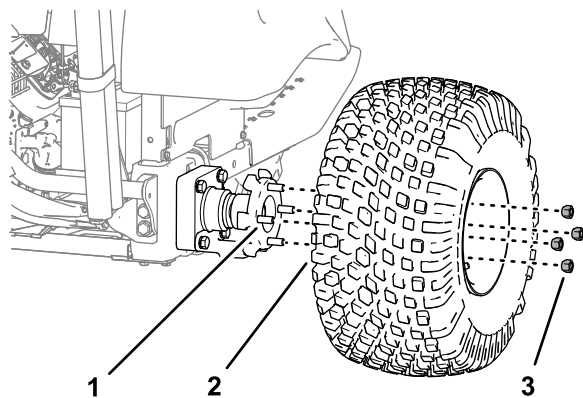

図 30
2. ホイールハブに固定しているホイールナット4個を取り外し、ホイールをマシンから取り外す (図 30)。
- 手順2で取り外したホイールナット4個を使って、タイヤとホイールをホイールハブ (図 30) のスタッドに取り付け、ナットを手締めする。